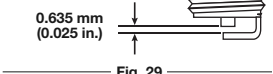

Fig. 29
3. Remplacez toute bougie fendillée, encrassée ou sale. Réglez l'écartement à **0,635 mm (0,025 po)** à l'aide d'une jauge d'épaisseur (Fig. 29).